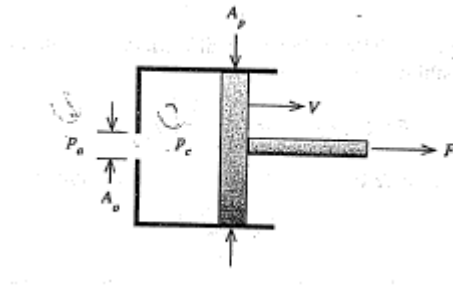

Figura 3: Pistón con embolo móvil
- P3.** Un pistón se coloca en un cilindro circular de área A_p . El pistón se desplaza hacia afuera con una velocidad constante V a causa de una fuerza F como se ejemplifica en figura 3. Al jalar el pistón, el aire atmosférico de densidad ρ fluye por un horificio de área A_o hacia el interior del cilindro, donde el aire tiene una presión p_c menor que la atmosférica p_a .